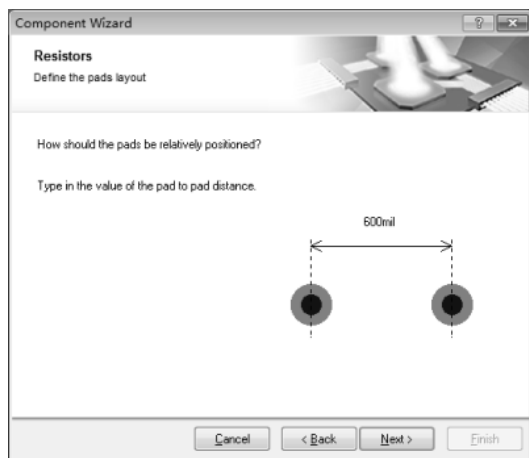

图 3.7.7 设置焊盘的间距值
(5) 设置焊盘的间距值：如图 3.7.7 所示，可以设置插针式电阻两个焊盘间的距离，本例中输入“600mil”，单击“Next”按钮。